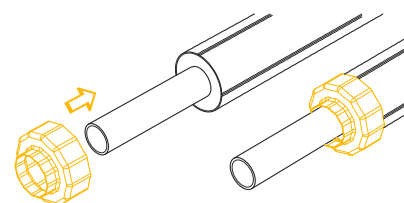

Рис. 4.5.2
3. Надеть концевой предохранитель на подготовленный к монтажу конец трубы (рис. 4.5.2).